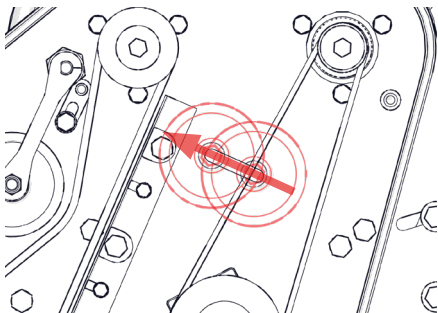

Fig. 14G - Allentare la puleggia tendicinghia.
- i. Se ci si limita a rimetterla in tensione, passare allo stadio iii. Allentare la puleggia tendicinghia [chiave da 14,3 mm - 9/16 di pollice] (Fig. 14G).